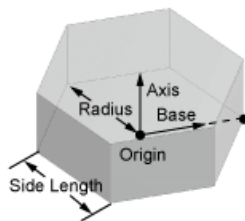

图 3-70 棱柱
- 棱柱，由 **Prism** 按钮提供，参数如图 3-70 所示。